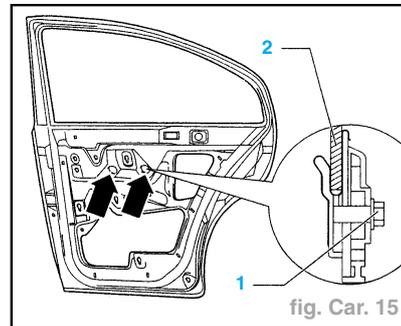

fig. Car. 15
- Remonter la vitre jusqu'à ce que les mâchoires de serrage se trouvent dans les ouvertures de montage (flèche) (fig. Car. 15).